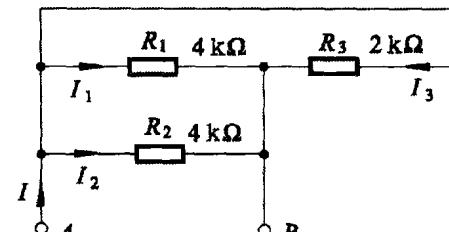

图 1-6 例 3 电路图
**例 3** 电路如图1-6所示，其中  $R_1 = 4\text{k}\Omega$ 、 $R_2 = 4\text{k}\Omega$ 、 $R_3 = 2\text{k}\Omega$ 、 $I = 8\text{mA}$ ，求总电阻  $R_{AB}$  及各支路电流  $I_1$ 、 $I_2$ 、 $I_3$ 。